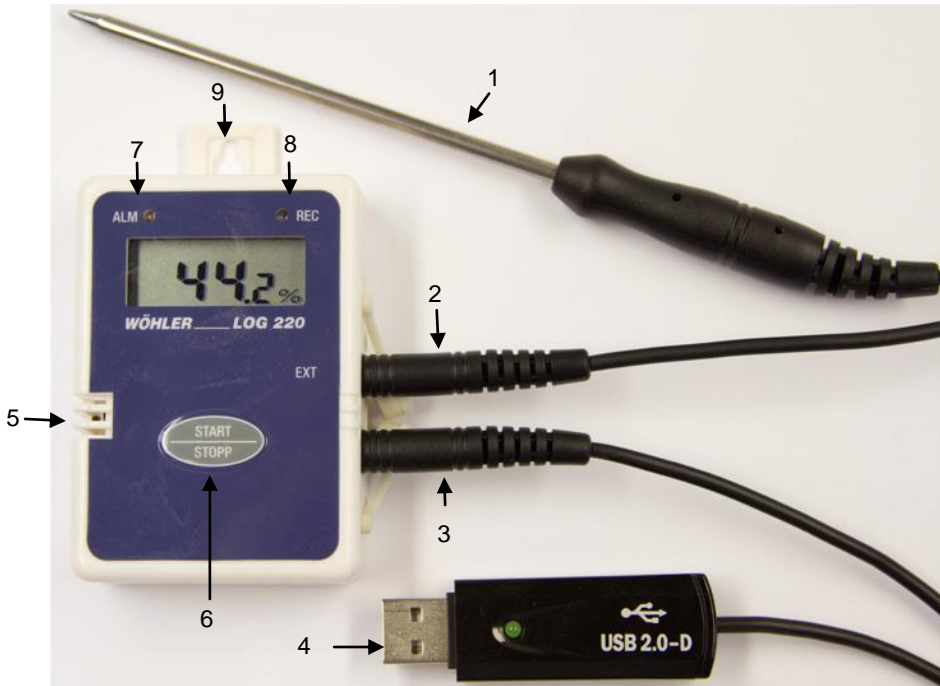

Abb. 1: Wöhler LOG 24 – Geräteteile und Anschlüsse
- Liegt ein Wert außerhalb der eingestellten Alarmschwellen blinkt die rote Alarm LED, Abb. 1, Teil 7.